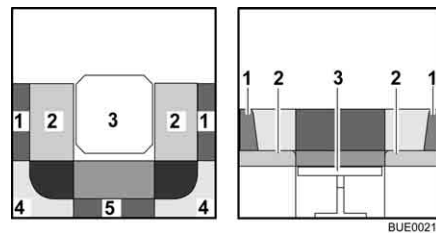

Bild 81 Während des Umbaus
- Die Rückenpolster (Bild 81,4 und 5) abnehmen und beiseite legen.
- Die Sitzpolster (Bild 81,2) zur Tischmitte hin ziehen.
- Die Rückenpolster (Bild 81,1) zwischen die Sitzpolster und die Außenwand legen. Keilform beachten.